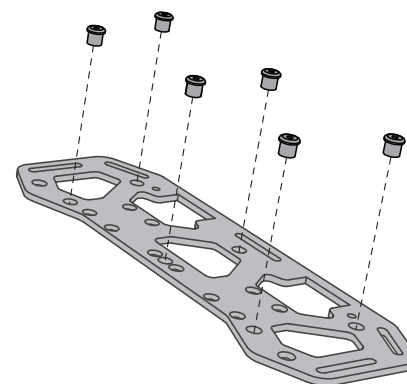

Figura 8. Installazione degli occhielli in gomma
2. Installare sei occhielli in gomma su ciascuna piastra di carico, come mostrato alla **Figura 8**.